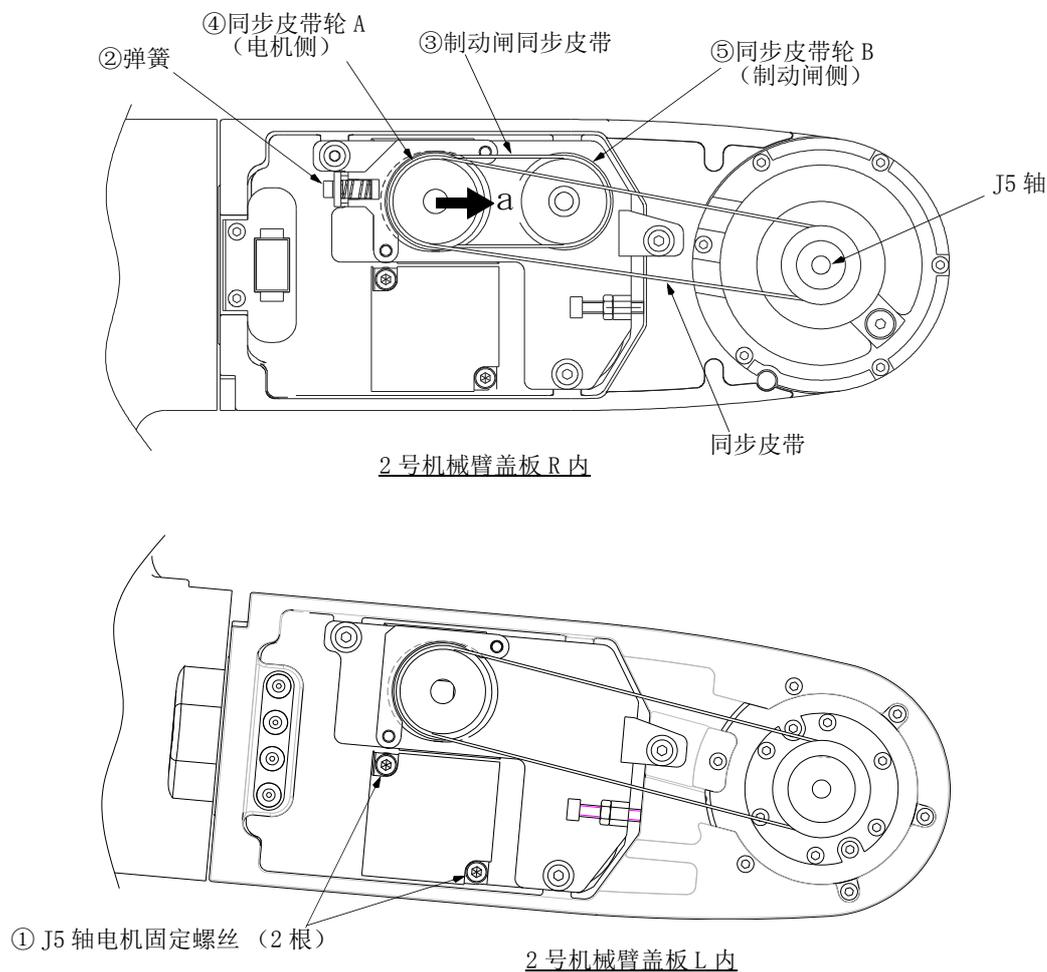

图 5-15: J5 轴制动闸同步皮带的点检、更换 (RV-2FR 系列)
制动闸同步皮带点检 · 更换时的参考图如图 5-15 所示。
- 3) 稍微拧松电机固定螺丝①（2 根）。（请勿过度拧松。）
- 4) 使电机侧同步皮带轮 A ④向图 5-15 的箭头 a 方向运动，卸下制动闸同步皮带。
- 6) 更换后，切实紧固电机固定螺丝①（2根）（M4 螺丝紧固力矩：4.51N·m）。（张力调整由弹簧作用自动完成。）如果固定不切实，可能由于振动而导致松动。